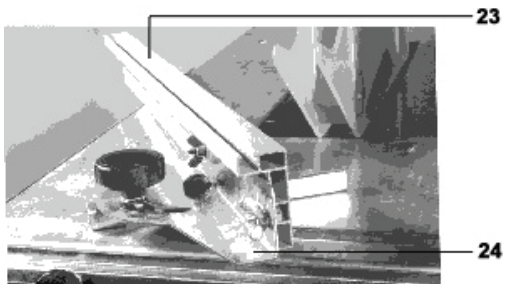

Fig. 17
- Montez la pièce 23 sur la pièce 24 à l'aide de deux vis ailées et deux écrous ailés (voir fig. 17).